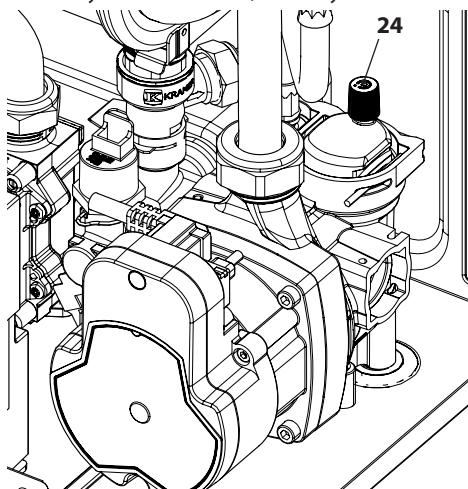

Рисунок 9.11
- Чтобы ускорить опорожнение, необходимо открутить пробку 24 автоматического воздуховыпускного клапана, см. Рисунок 9.11.